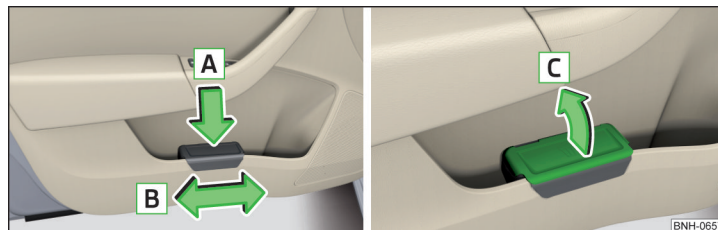

Fig. 68 Recipientul pentru reziduuri: introducerea sau deplasarea/deschiderea
- Apăsăți recipientul pentru reziduuri în partea din spate în sensul săgeții  » fig. 68.
- Scoateți recipientul pentru reziduuri în sens contrar săgeții  » fig. 68. ▶
› Ridicați capacul în sensul săgeții **C** » fig. 68.